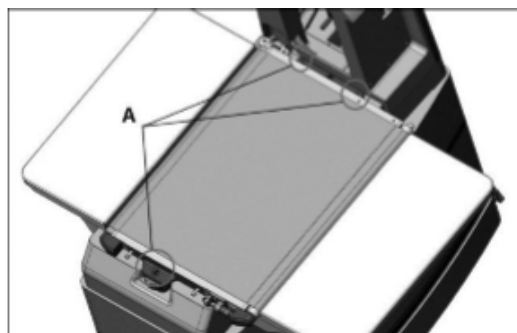

Рис. 21
4. Открутите 3 винта (А, Рис. 21), которые крепят стол транспортера к основанию.